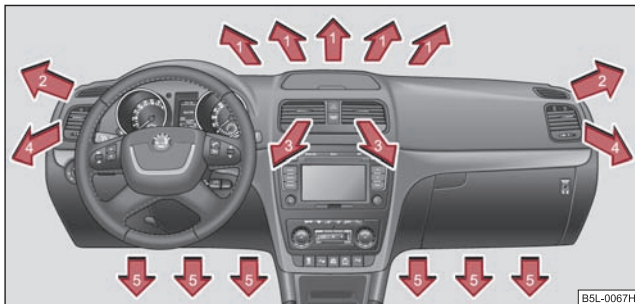
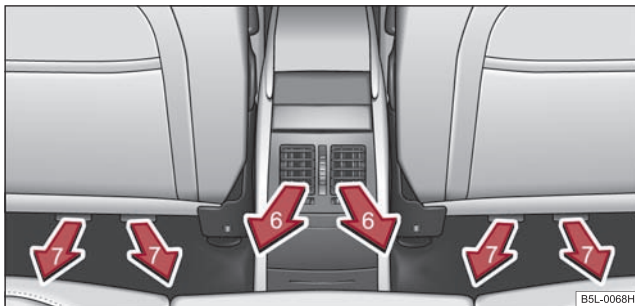

Fig. 135 Gurile de ventilație din față
Fig. 136 Gurile de ventilație din spate
- Rotiți roțița orizontală (dreapta) ⇒ fig. 135.
- Rotiți roțița verticală (între pozițiile finale) ⇒ fig. 136.
Gurile de ventilație 3, 4 ⇒ fig. 135 și 6 ⇒ fig. 136 se pot deschide și închide separat.
Vă recomandăm, să lăsați gurile de ventilație 3 ⇒ pagina 106, fig. 135 în poziție deschisă. ■